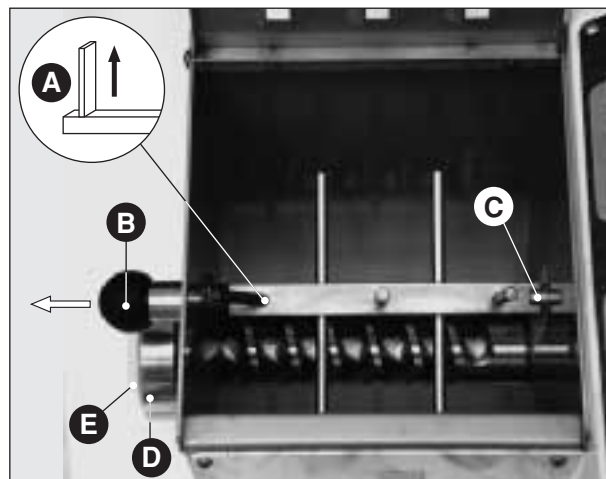

Abb. 13
- Mischgerät: sich versichern, ob der äußere Flügel in der oberen senkrechten Position ist (**Abb. 13 A**) (nur in dieser Position ist die Abnahme des Teils möglich). Das Mischgerät abmontieren, den Kugelgriff ziehen (**Abb. 13 B**) bis das Mischgerät ausgeklinkt; die viereckige Welle aus dem Gehäuse herausnehmen (**Abb. 13 C**) und gleichzeitig die äußeren Enden nach oben drehen. Zur Montage des Teils in die entgegengesetzte Richtung verfahren mit dem Hinweis, die Zentrale der Welle mit der Sprosse der beweglichen Stütze auf eine Linie zu bringen; dann den Kugelgriff loslassen.
- Nutmutter (**Abb. 13 D**) und Zieheisen (**Abb. 13 E**): die Nutmutter von Hand herausschrauben (dabei aufpassen, daß kein Teil auf den Boden fällt), sodaß die Nutmutter aus dem Gehäuse hervorkommt, um keine Schäden an sich oder an den Teilen selbst hervorzurufen.
- Schnecke (**Abb. 13 F**): wenn die Nutmutter und das Zieheisen abmontiert sind, ist es einfach die Schnecke aus der Maschine herauszunehmen, indem man sie von der Spirale vom inneren Ende wegdrückt.